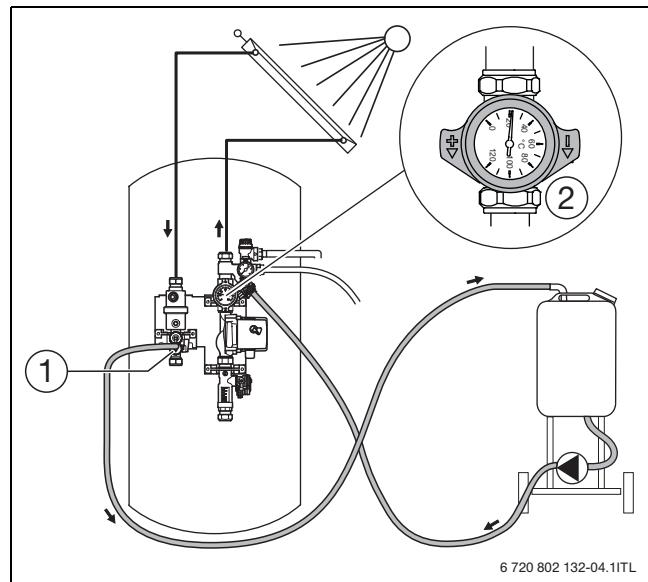

Bild 19 Befüllen oberhalb der Solarstation
- Befüllstation, wie in Bild 19 dargestellt, anschließen.